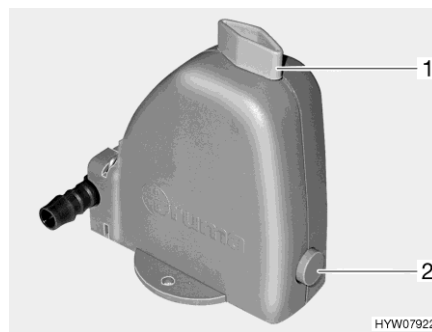

Fig. 104 Valve de sécurité et de vidange
Le chauffage est équipé d'une valve de sécurité et de vidange (Fig. 104). La valve de sécurité et de vidange évite que l'eau destinée à la préparation d'eau chaude ne gèle lorsqu'en cas de gèle, le chauffage n'est pas en marche.
- Fermer la valve de sécurité et de vidange. Tourner pour cela le bouton rotatif (Fig. 104,1) dans le sens transversal par rapport à la valve de sécurité et de vidange et enfoncer le bouton-poussoir (Fig. 104,2).
- Ouvrir la valve de sécurité et de vidange. Tourner le bouton rotatif (Fig. 104,1) dans le sens longitudinal par rapport à la valve de sécurité et de vidange. Le bouton-poussoir (Fig. 104,2) ressort. Le récipient d'eau sanitaire est vidé via la valve de sécurité et de vidange.